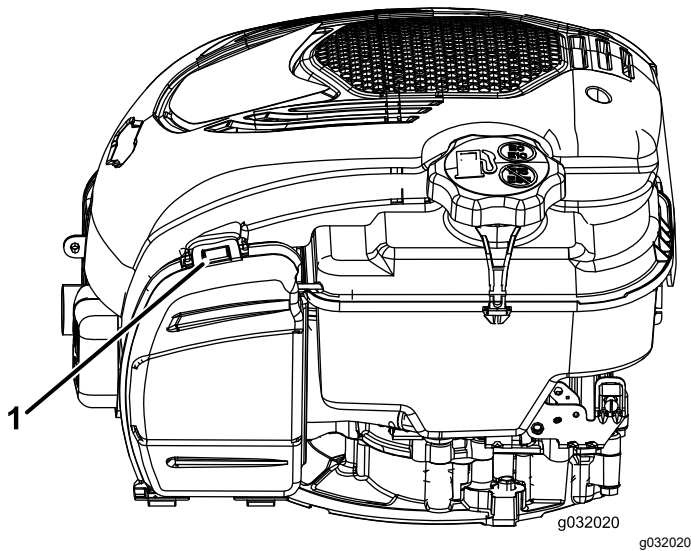

Figura 19
1. Tire de la pestaña para abrir la tapa del filtro de aire (Figura 19).